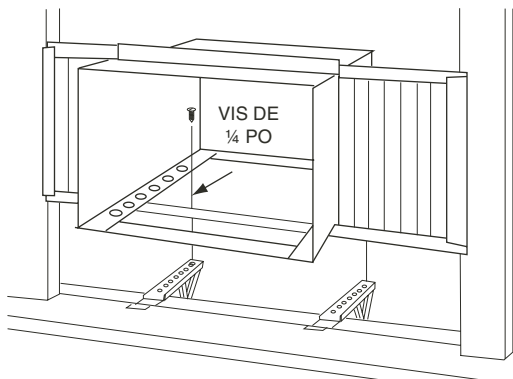

FIGURE 15 — INSTALLATION DU CAISSON
- Fixez le caisson aux supports à l'aide de trois vis de $\frac{1}{4}$ po (0,62 cm) (comprises) pour chaque support. Assurez-vous que le caisson est légèrement incliné vers le bas. Ajustez les vis calantes au besoin. Consultez la Figure 15.